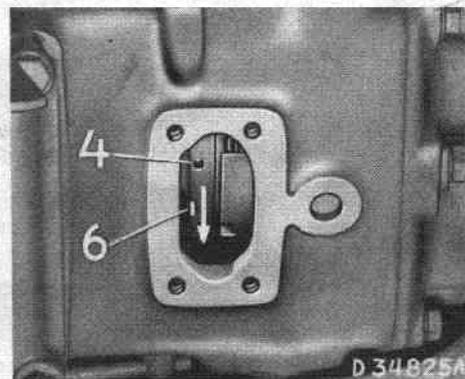

Fig. 139 - Vue de l'orifice de réglage
- c) Au moyen du poinçon fourni à cet effet, tourner l'écrou de réglage 4 (fig. 139) de 2 tours dans le sens de la flèche. Remettre le loquet dans la